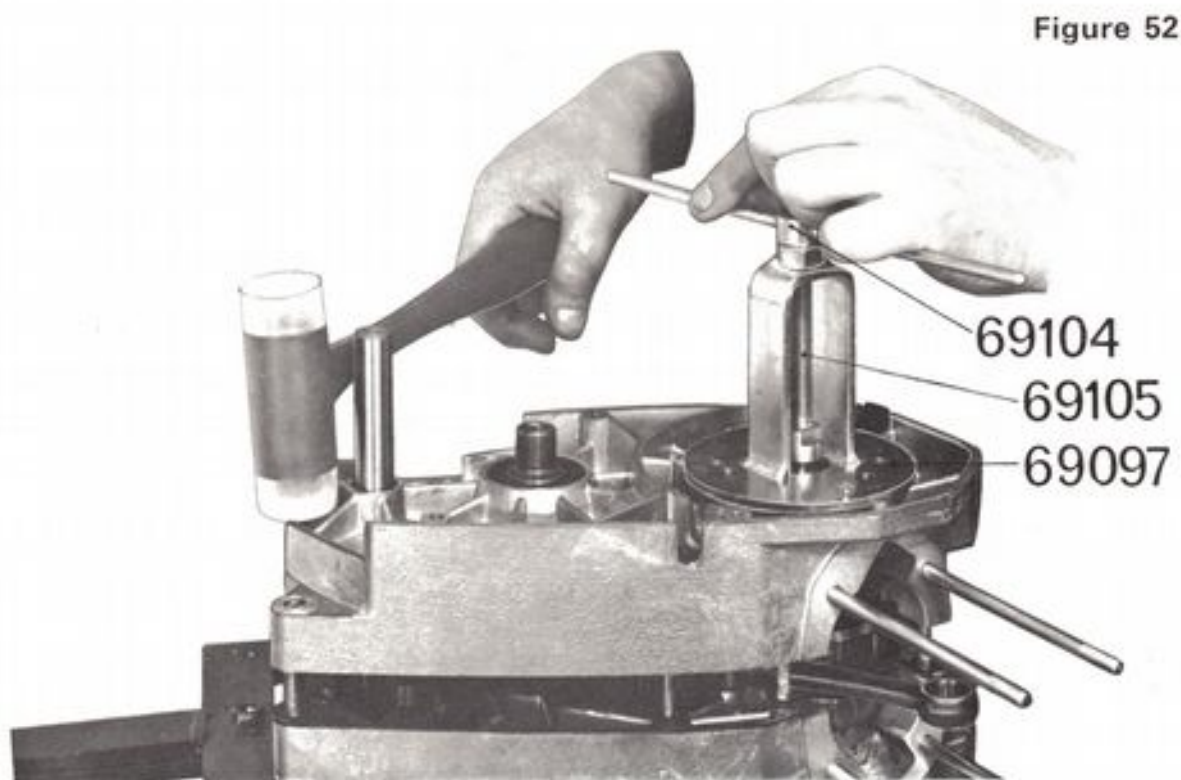

Figure 52
- Visser en bout de vilebrequin la tige n° 69105 ( $\varnothing$  10 pas 100), puis introduire l'outil n° 69097 en le centrant parfaitement dans le logement du stator (figure 52).
- Visser l'écrou n° 69104 sur la tige n° 69105. Frapper quelques coups de maillet à l'arrière du carter, pour le descendre bien parallèlement (figure 52).